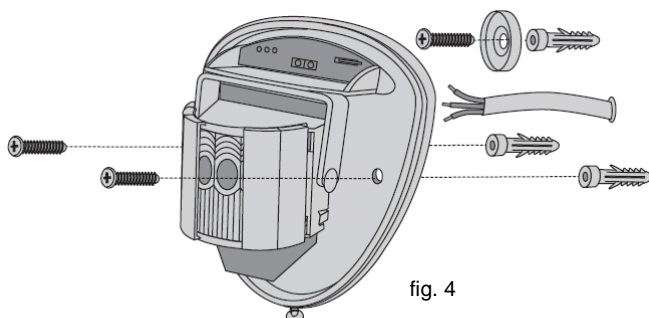

fig. 4
3) Inserire il cavo d'allarme standard a 12 conduttori nell'apposito ingresso; spellare i fili e collegarli alla morsettiera rimovibile come illustrato nella fig. 7. Avvitare l'unità alla parete verificando che il perno antimanomissione sia posizionato correttamente e che il microinterruttore antimanomissione sia chiuso. **Vedere fig. 4 e 5.** Per agevolare l'installazione, vengono forniti due piedini antimanomissione di riserva, che sono uno di 1 mm e l'altro di 2 mm più lunghi rispetto al piedino originale montato. Il piedino antimanomissione è un sistema d'innesto a scatto che può essere estratto tirandolo attentamente dal perno. **Vedere fig. 2.**